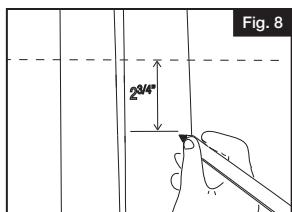

Fig. 8
- 1.** Trazar una marca a $2\frac{3}{4}$ "(7cm) por debajo de la línea del pasamanos para establecer la ubicación del soporte de esquina interior (Fig. 8).